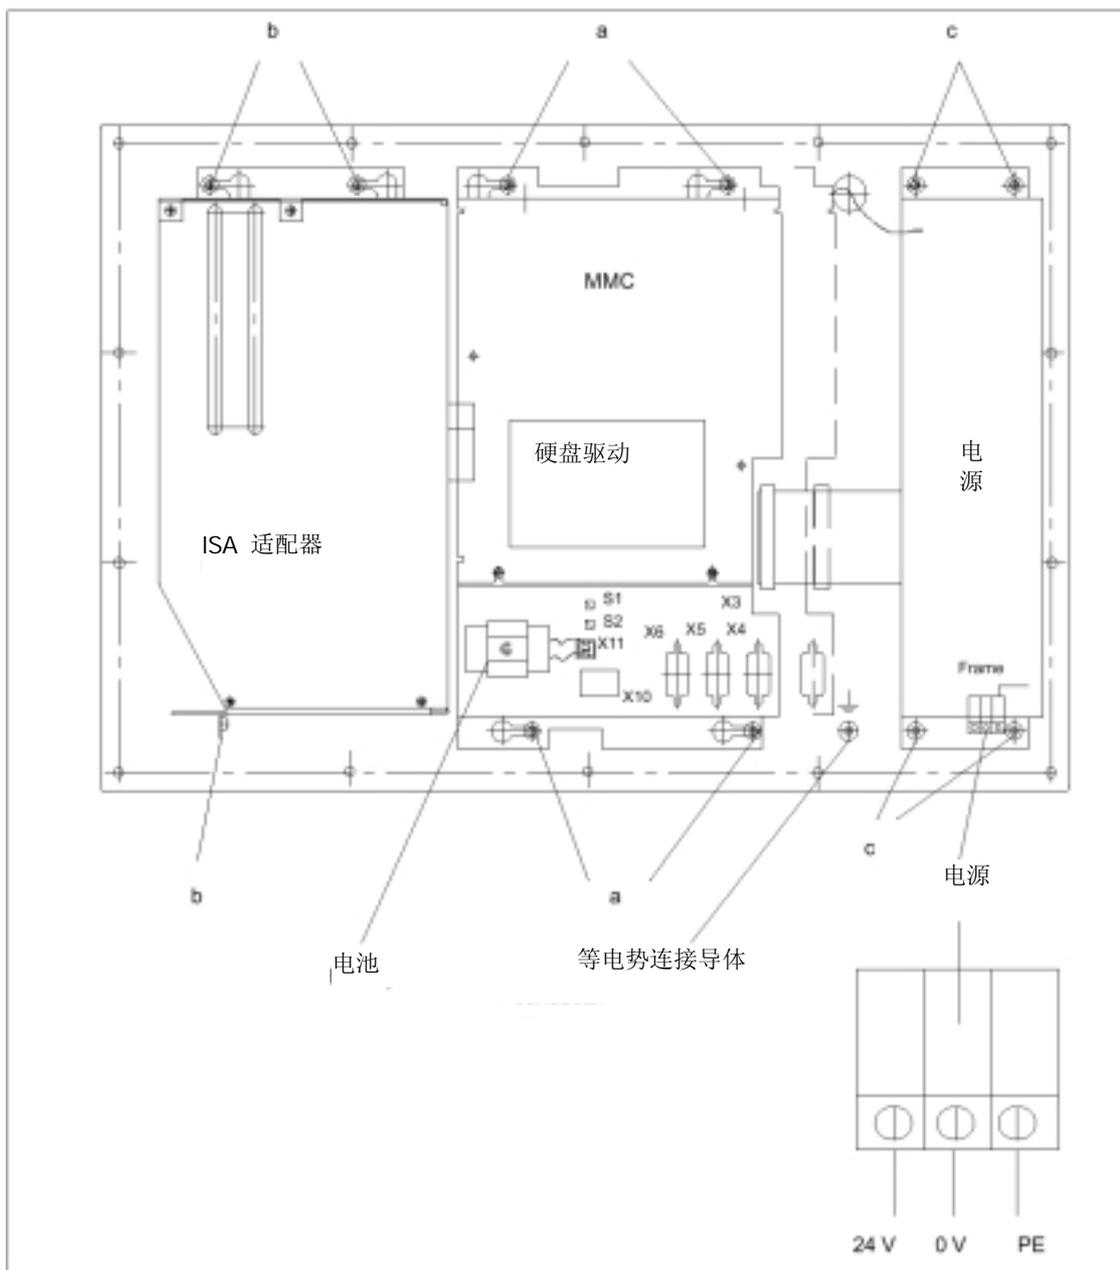

图 2-6 带各个部件的操作面板
- 我们建议使用 14 个 M4x10 的螺钉，带锁定簧片，用于固定操作面板。紧固扭矩 1.8Nm。用一个 M5 Torx 螺钉把等电势导体固定在面板上（参见图 2-6）。
2. 松开操作面板背面的 4 个 M4x10 Torx 螺钉（a）（参见图 2-6）。
1. 把作为附件的 3 个 M4x10 Torx 螺钉安装到操作面板的背面（b），参见图 2-6。
1. 在电源单元下方已经有面板的 24V 电源端子 (参见图 2-6)。
2. 用 3 个 M3 开槽螺钉把 24V 电源和等电势导体连接到 3 个端子 (参见图 2-6)。
MMC 模块 MMC101/102/103 有一个备份电池。第一次安装调试时, 电池连接电缆必须要插入到 X11 (参见图 2-6)。